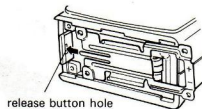

Fig 4.
10. Fije el extremo de la placa terminal dentro del orificio de botón de liberación y apriete los tornillos (Fig. 4).